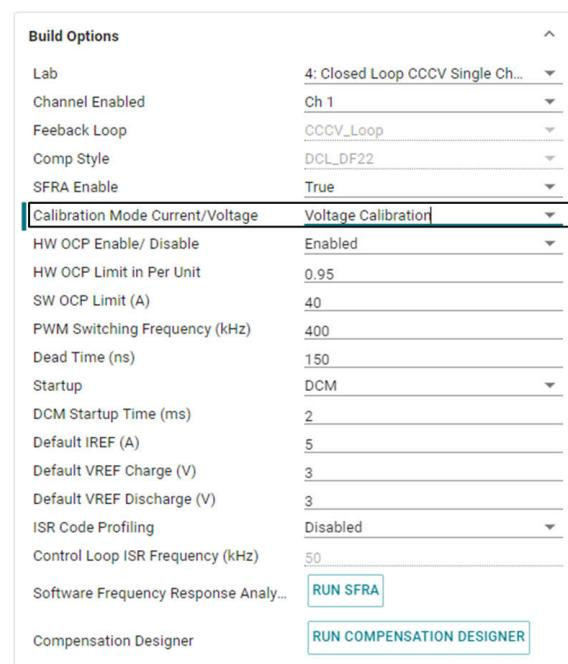

图 3-34. 电压校准的生成选项
5. 打开 SYS CONFIG 页面，选择“Lab 5”，并将 Calibration Mode 设置为 Voltage Calibration。图 3-34 显示了用于电压校准的 SYS CONFIG 页面设置。